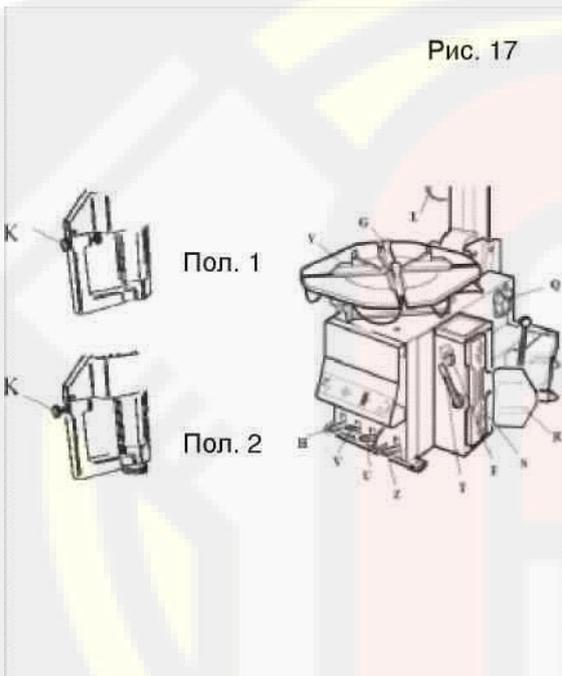

Рис. 17
- Удерживая рычаг в указанном положении, нажатием педали (Z) вращайте поворотную платформу (Y) по часовой стрелке до полного отделения шины от обода колеса (Рис. 17).